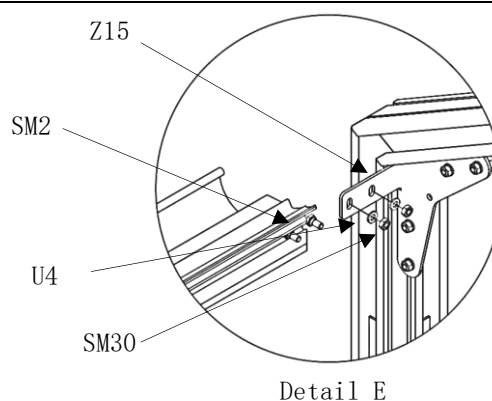
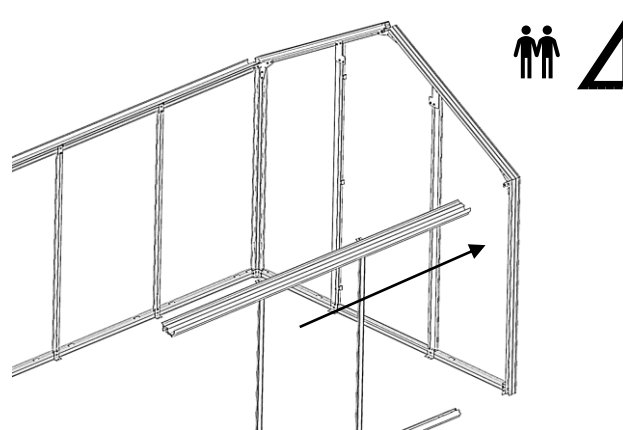

Abb. 52
Abb. 54
- Siehe **Detail E** und **F**. (Abb. 52/53)
- für den Einbau der linken Seitenwand wiederholen sich die Arbeitsschritte gemäß den **Abb. 52 bis 54**. (Abb. 54)